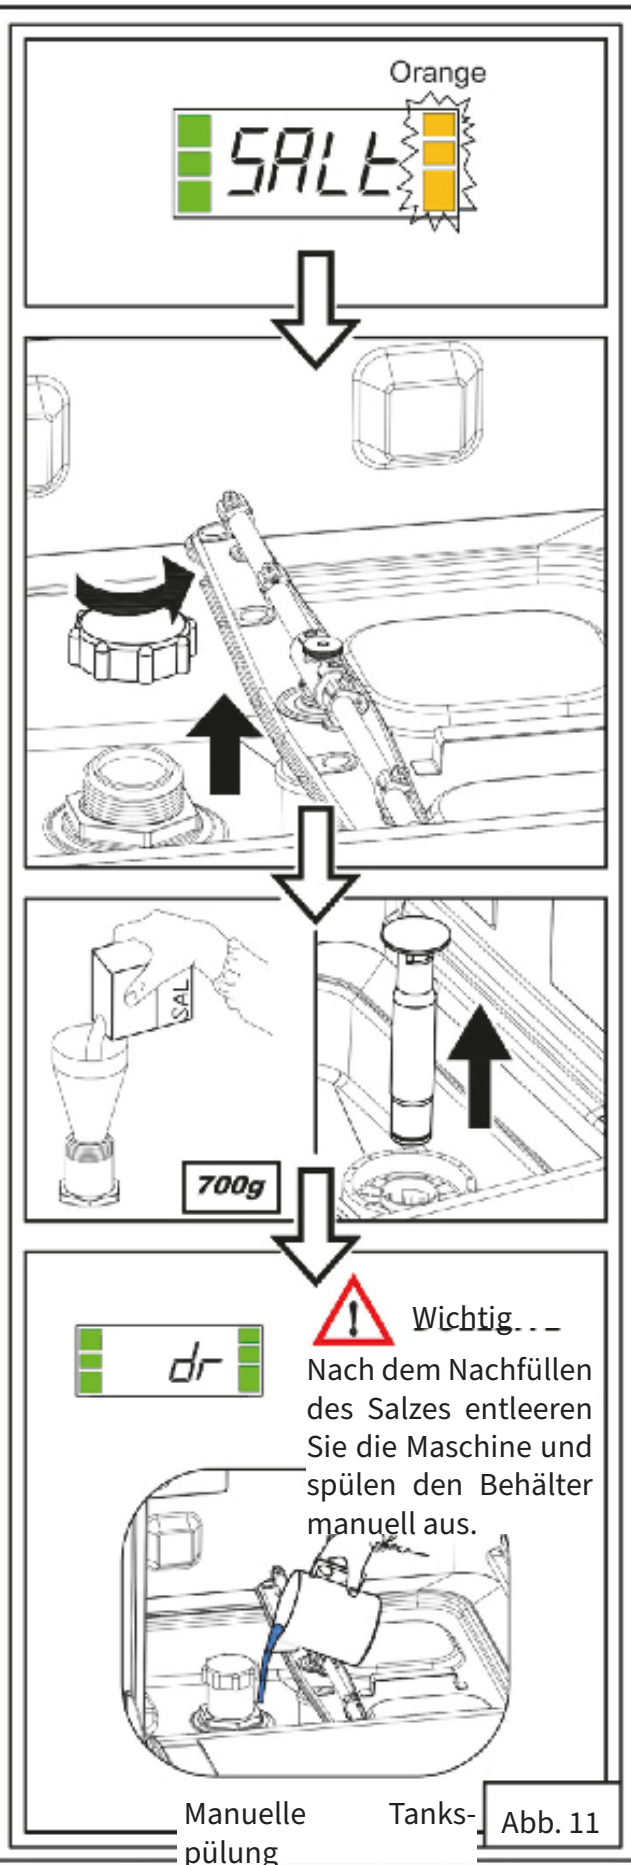

Abb. 11
- Schrauben Sie den Deckel des Salzbehälters ab (Abb. 11).